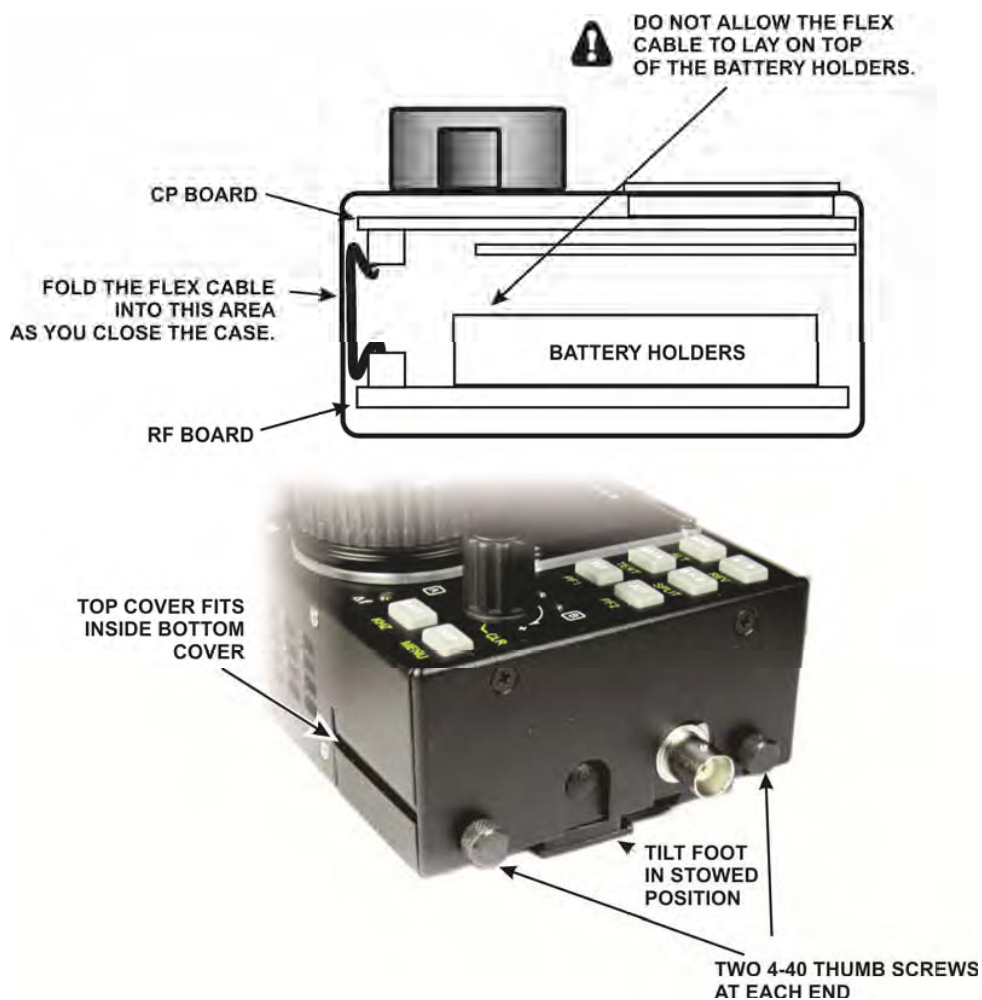

Figure 51. Closing the KX3.
□ 図51に示されるようなトップ&ボトム・カバーを閉じてください。それが示されたコネクタの後ろのスペースへ折り重なるように、フレックス・ケーブルを押し返してください。それがバッテリー・ホルダーのトップ上に折り重なることは可能にしないでください。トップカバーの部分が両側でボトムカバーの内部で適合することに注意してください。